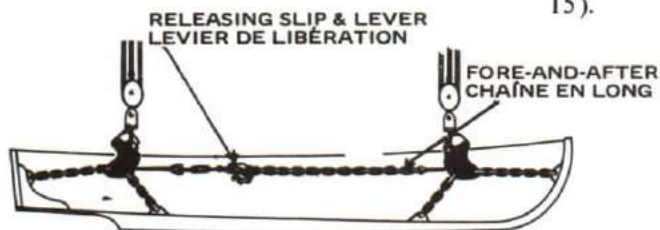

Figure 12-13
1. Having lowered a boat to the waterline if the ship is underway or if a sea is running, it will be necessary to slip the boat from its falls very quickly and at just the right moment, or else the boat may capsize or strike the ship's side. For these reasons, a special piece of equipment called Robinson's disengaging gear is fitted. See Figures 12-13 and 12-15.
1. Une fois qu'une embarcation a été amenée à la hauteur de la ligne de flottaison, il faudra, si le navire fait route ou si la mer est agitée, libérer l'embarcation de ses garants très rapidement; la manoeuvre doit s'effectuer juste au bon moment, sinon l'embarcation pourrait chavirer ou heurter le flanc du navire. C'est pourquoi on se sert d'un dispositif spécial appelé "appareil de déclenchement Robinson" (voir les figures 12-13 et 12-15).